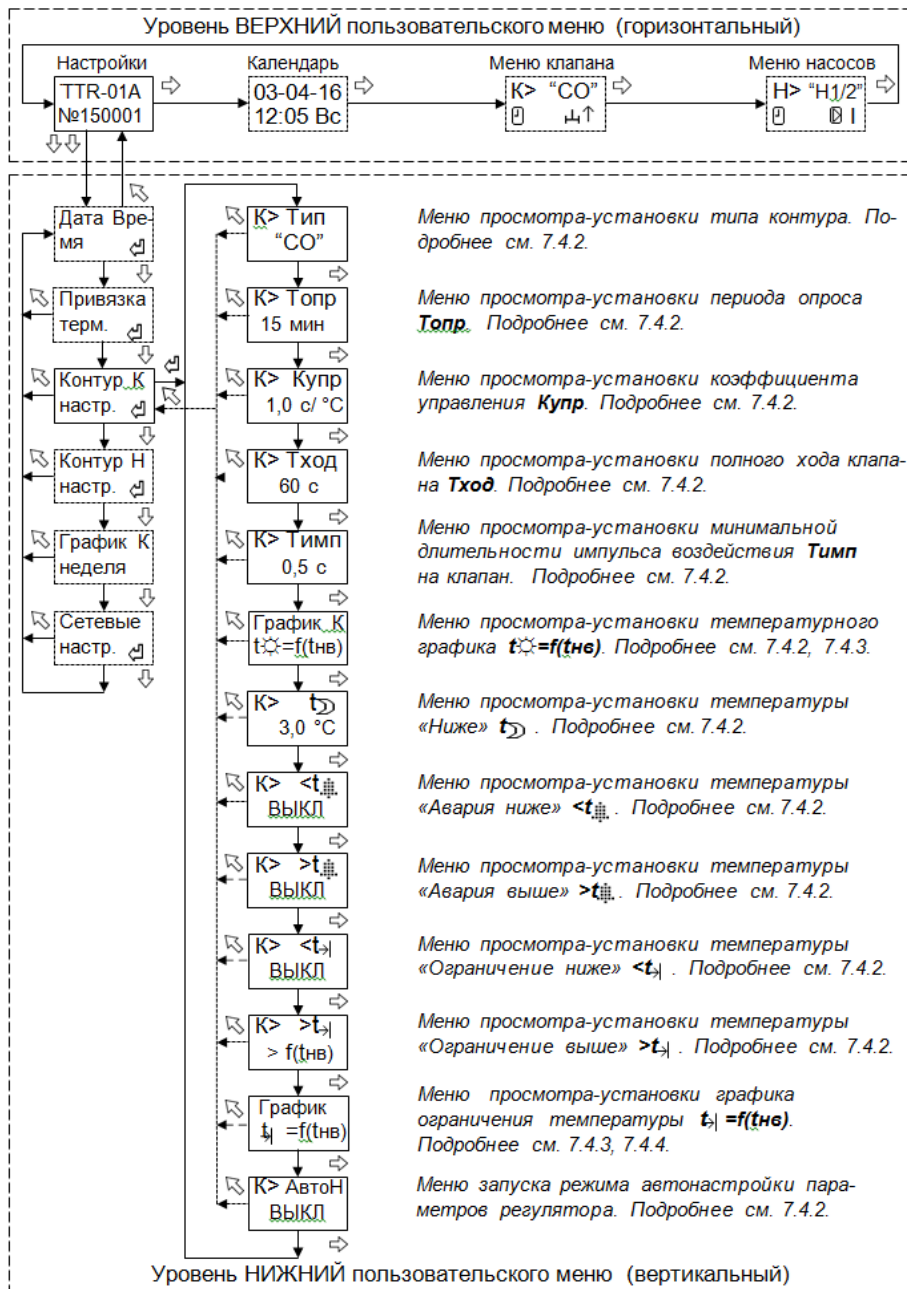

Рисунок 4 - Структура меню настройки параметров системы отопления
7.4.3 Для просмотра-установки температурного графика регулирования необходимо войти с помощью нажатия кнопки “” (см. рисунок 4) в меню «График» $t=f(t_{нв})$.